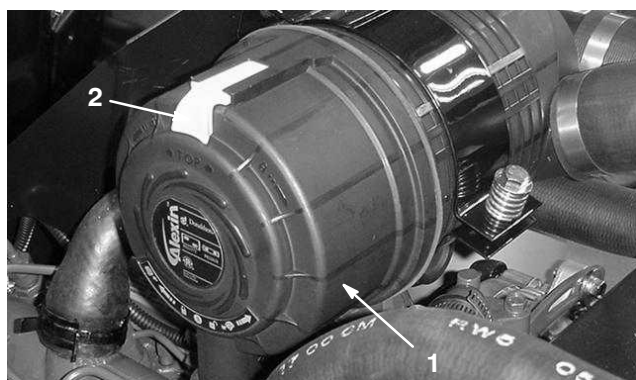

Bild 38
1. Lösen Sie die Laschen, mit denen die Luftfilterabdeckung am Luftfilterkörper befestigt ist (Bild 38).